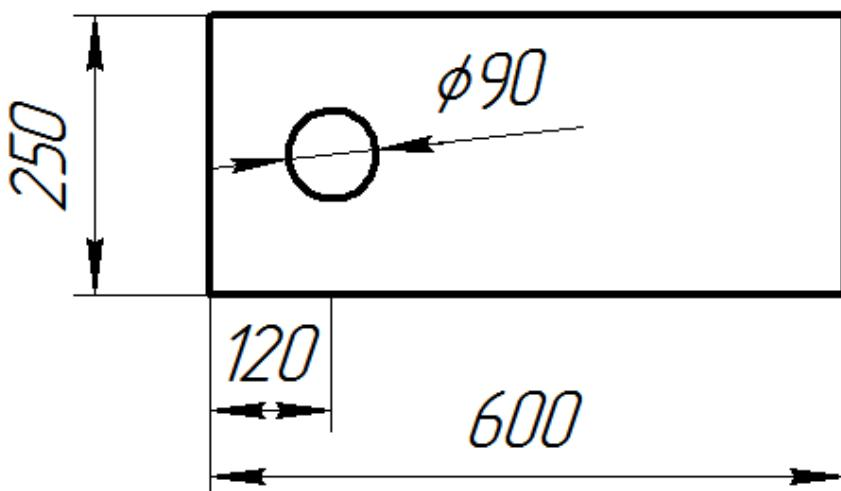

Рисунок 2.1 – Отверстие для хода винта
6. После распаковки, поместить прибор на твердый рабочий стол и сделать отверстие в соответствующем месте на рабочем столе, чтобы обеспечить свободный ход винта вверх и вниз (рис.2.1).